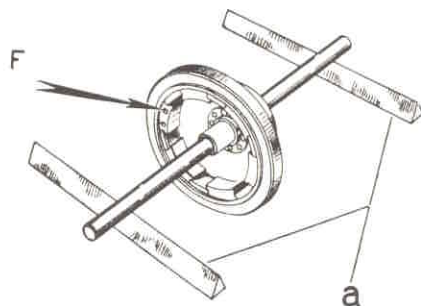

Fig. 20
7. - Recheck the concentricity of the diameters with the mandrel T.0026482 and clock gauge (see fig. 20). Check the flywheel rotor for balance using the mandrel and two knife edges «a» as indicated in fig. 20.
Correct out of balance errors by drilling blind holes in the apposite pole shoe (see holes «F» in fig. 20).
7. - Controlar nuevamente la concentricidad de los diámetros con el mandril T.0026482 y comparador (ver fig. 20). Controlar usando dicho mandril y los dos cuchillos «a» de la fig. 20 el equilibrio del rotor. Corregir eventualmente el equilibrio practicando unos agujeros ciegos («F» fig. 20), en posición oportuna, sobre la superficie de la expansión polar.
2. - Mount the balancing mandrel **T. 0028143** (as in fig. 20) and set up the assembly between lathe centres.
- 3 - With the rotor still mounted on the mandrel **T. 0028143** balance the rotor (a max out of balance of 0.3 gr. applied tot he external dia. is admissible), by drilling blind holes where necessary on the pole shoes (see fig. 20).
2. - Montar en el rotor el eje T.0028143 (como en la fig. 20) y fijar dicho eje entre los puntos del torno. Con comparador provisto de palpador (de material no magnético, por ejemplo de latón), controlar la excentricidad del diámetro interior del rotor: actuar sobre el rotor mismo logrando una lectura no superior a 0,05 mm. Después de dicha operación bloquear los tornillos de unión entre buje y rotor.
3. - Por fin, controlar siempre empleando el eje n. T.0028143 el equilibrio del rotor (se admite un desequilibrio máx. de 0,30 g. aplicados en el $\varnothing$ exterior) ejecutando eventuales agujeros ciegos en las expansiones polares (fig. 20).